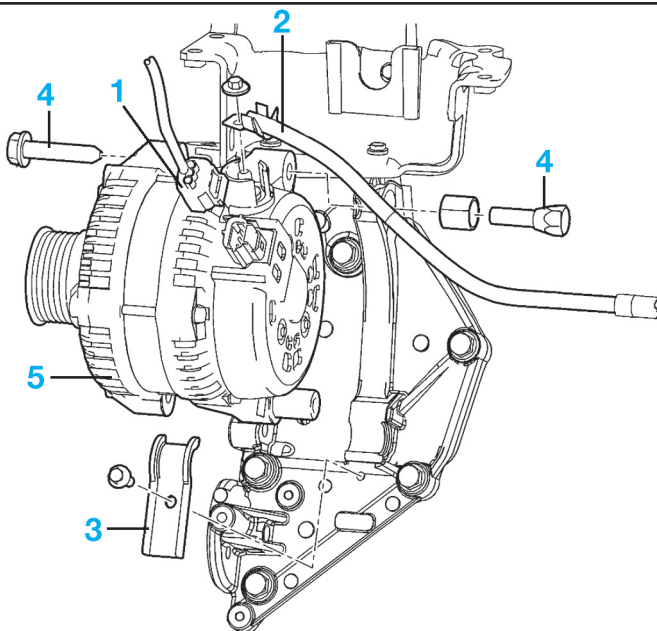

Fig.6
- Connecteur (1) d'alternateur (Fig.6).
- le câble (2) de batterie à alternateur.